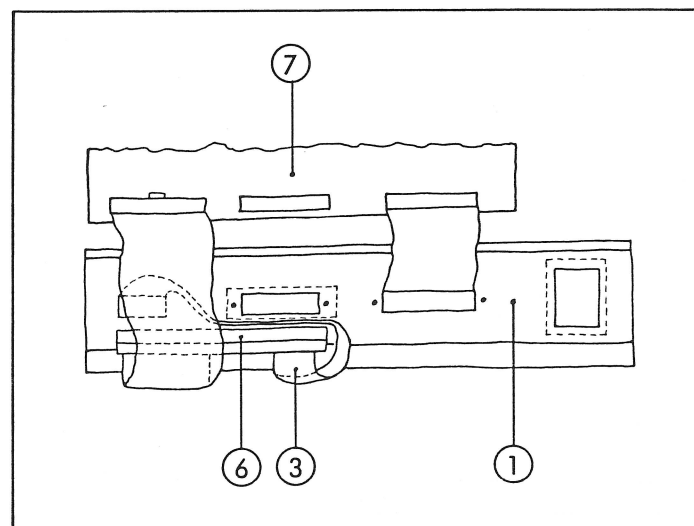

Fig. 2
- Stecker des 26-poligen Flachkabels mit Codierung an der Stirnseite (nicht Kabelinnenseite) auf PARALLEL REMOTE INTERFACE ganz links einstecken (Fig. 2).
- Plug the 26-pole flat cable (connector with coding on front end) into the left connector on the PARALLEL REMOTE INTERFACE PCB (Fig. 2).